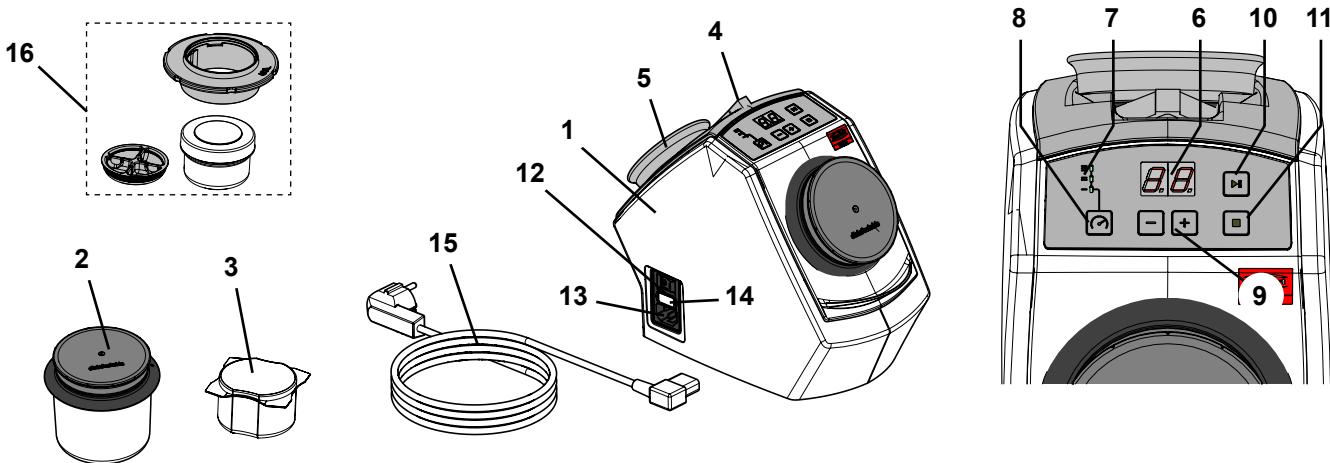

Fig. 1
- El imán de sujeción (Fig. 1, Pos. 5) contiene plomo.
- ⇒ Sitúe las pinzas adjuntas y el imán de sujeción en las correspondientes cavidades en la parte trasera del aparato (Fig. 1).
- ⇒ Elija el cable de red provisto del conector adecuado para su país (15, Fig. 1).
- ⇒ Introducir el cable de red a la conexión de red (13, Fig. 1).
- ⇒ Conecte el aparato a través del interruptor de red (12, Fig. 1).
- ⇒ Llene el vaso de limpieza (2, Fig. 1) con 75 g de agujas de limpieza (equivale a un envase).
- ⇒ Llene el mini vaso SYMPRO (accesorio) (16, Fig. 1), con aprox. 5 g de agujas de limpieza.